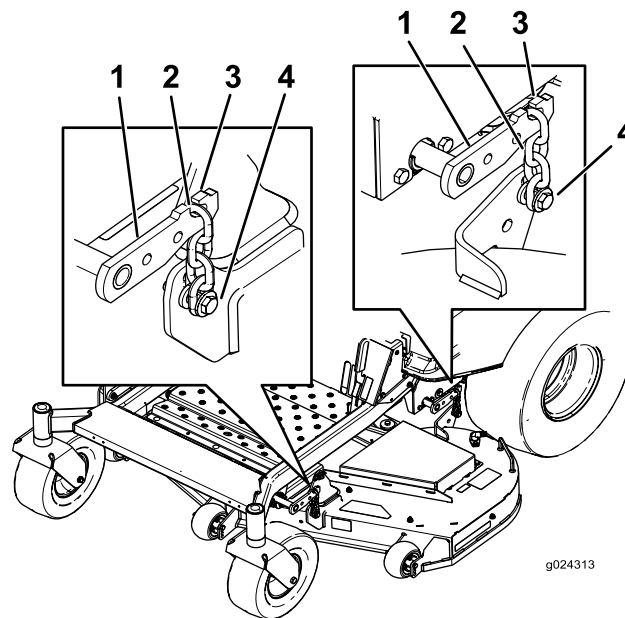

Figure 73
6. Vérifiez que les quatre chaînes sont tendues (Figure 73).
7. Resserrez les quatre boulons de réglage (Figure 73).